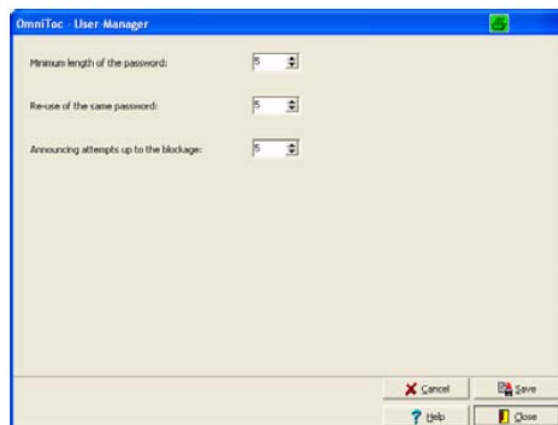

图72 **User Manager**（用户管理员）窗口
3. 在**User Manager**（用户管理员）窗口（图72），点击**SETUP**（设置）。